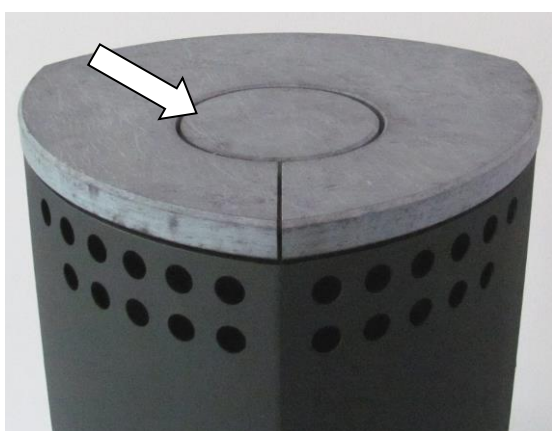

Fig. 7 : Plaque décorative en pierre ollaire
- Poser le cache décoratif en acier fourni, puis terminer en plaçant la plaque décorative en pierre ollaire (Fig. 7).